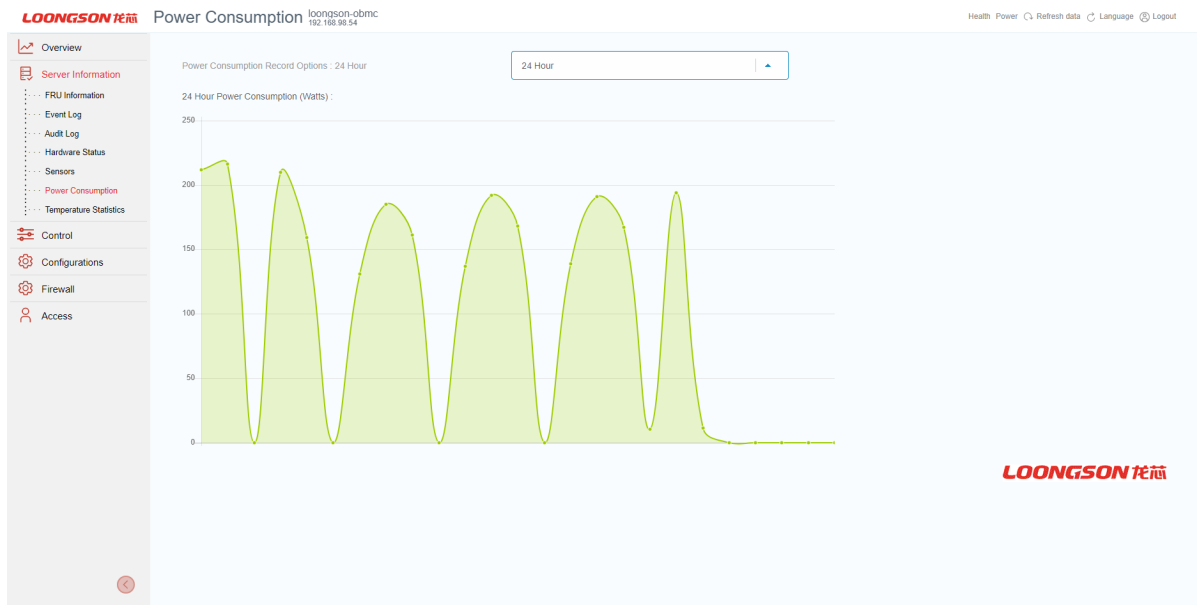

Рис. 76. Окно «Power Consumption»
7) Пройдите во вкладку «Server Information» → «Power Consumption» в данной вкладке представлен график энергопотребления сервером. Окно показано на рис. 76 Окно «Power Consumption»